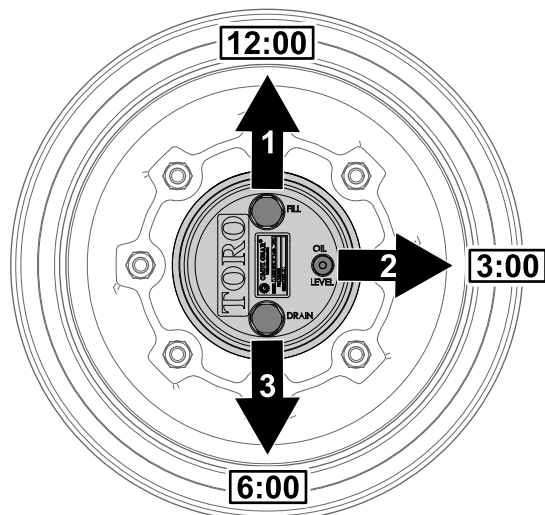

Figura 72
1. Aparque la máquina en una superficie nivelada y coloque la rueda de modo que el tapón de llenado se encuentre en la posición de las 12, el tapón de verificación en la posición de las 3 y el tapón de vaciado en la posición de las 6 (Figura 72).
2. Retire el tapón de verificación en la posición de las 3 (Figura 72).
- Aparque la máquina en una superficie nivelada, coloque la rueda de modo que el tapón de llenado se encuentre en la posición de las 12, el tapón de verificación en la posición de las 3 y el tapón de vaciado en la posición de las 6; consulte Figura 72 en Comprobación del lubricante de la transmisión planetaria \(página 77\).